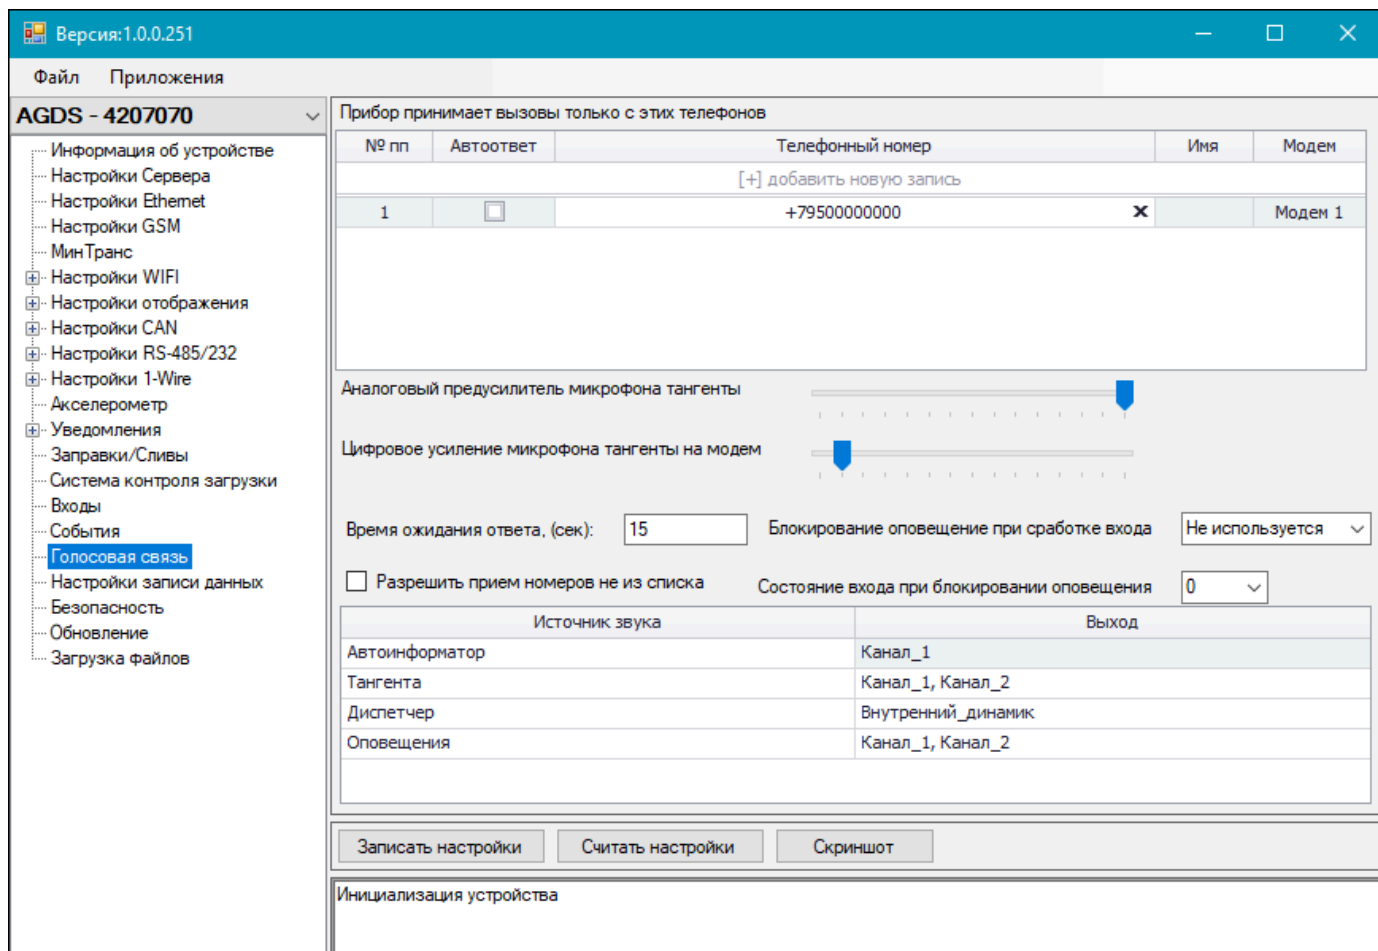

Рис.75. Рабочая область пункта «Голосовая связь»
2. Выберите в списке программы-конфигуратора для АвтоГРАФ-ИНФО S пункт «Голосовая связь» (Рис.75).
Если усиления микрофона подключенной тангенты, которое настроено по умолчанию, недостаточно, то выполните регулировку в программе-конфигураторе для АвтоГРАФ-ИНФО S. Для регулировки усиления микрофона выберите в списке программы-конфигуратора пункт «Голосовая связь» и измените положение следующих ползунков (**Рис.75**):